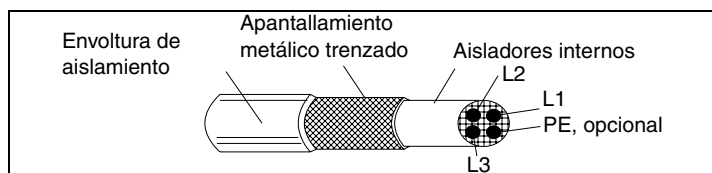

Figura 8 Apantallamiento del cable a motor efectivo (p. ej. Ölflex-Servo-FD 780 CP, Lappkabel o cables MCCMK, NK).
La regla general para la eficacia del apantallamiento del cable es: cuanto mejor sea el apantallamiento del cable y más apretado esté, menor será el nivel de emisión de radiación. Un ejemplo de una construcción efectiva se muestra en la Figura 8.
* Se requiere apantallamiento eficaz del cable a motor, de conformidad con la Figura 8.
Para el ACS 101-4K1-1 y ACS 103-4K1-1, se requiere un cable mostrado en la Figura 8.
Con los filtros de entrada ACS100-FLT-C o ACS140-FLT-C las emisiones conducidas cumplen con los límites de la clase de distribución no restringida del Primer Entorno (First Environment) tal como se especifica en la norma EN 61800-3 (EN 50081-1), siempre que el cable a motor disponga de un apantallamiento efectivo (véase la Figura 8) y su longitud máxima sea de 30 m.
Las longitudes del cable a motor tienen que limitarse como se especifica en la Tabla 6 y el cable debe tener un apantallamiento eficaz de conformidad con la Figura 8. En el extremo del motor, el apantallamiento del cable deberá estar conectado a tierra a 360 grados con un casquillo para paso de cable EMC (p. ej. los casquillos para paso de cable apantallado Zemrex SCG).